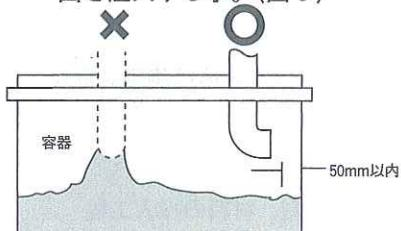

図5 容器への投入
3.2.2 容器への投入においては壁（底）面を注入する事。(図5)